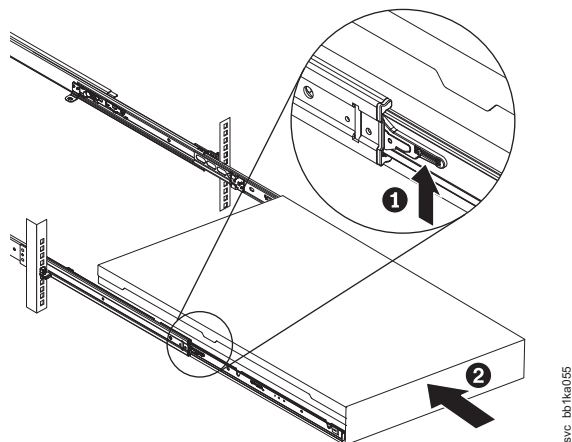

Figura 192. Levantando as alavancas de travamento dos trilhos deslizantes do rack
9. Levante as alavancas de travamento (**1** na Figura 192) nos trilhos deslizantes e empurre o nó **2** inteiro no rack até que ela encaixe no lugar.